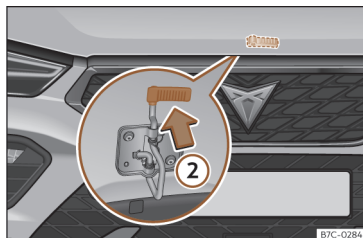

Fig. 196 Alavanca sob o capô.
- Para levantar o capô faça pressão para cima sobre a alavanca situada debaixo do capô >>> **Fig. 196 ②**. O gancho de fixação fica desbloqueado.